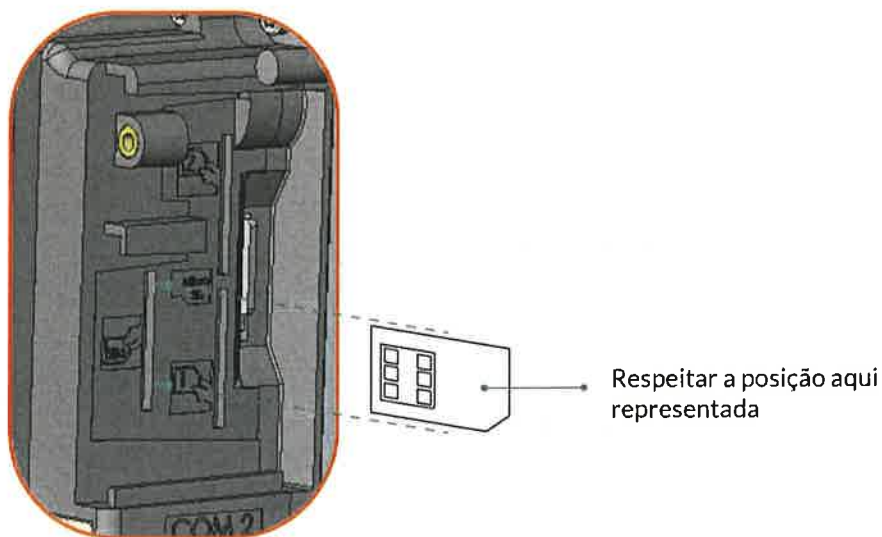

Figura 37 - Inserção cartão SIM.
3. Inserir o cartão SIM na sua ranhura como mostra a Figura 37;